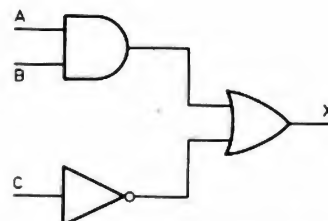

Fig. 22. — Schéma du deuxième exercice.
2) Quelle est la formule du circuit représenté sur la figure 22 ?